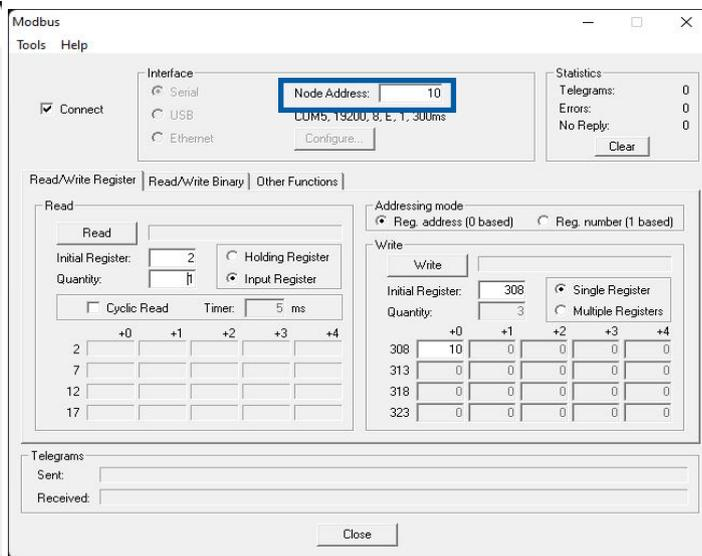

Abbildung 20 - Kommunikation überprüfen
- Schritt 3: Nach dem Schreiben der neuen Adresse wird die alte Adresse deaktiviert. Geben Sie die neue Adresse im Node-Feld ein und überprüfen Sie die Kommunikation (Abbildung 20).